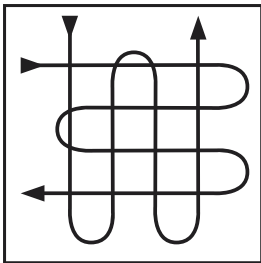

Рис. 4
- д) во избежание наплывов, делайте перерыв между повторным окрашиванием поверхности (особенно вертикальной), достаточный для высыхания предыдущего слоя (Рис. 4).